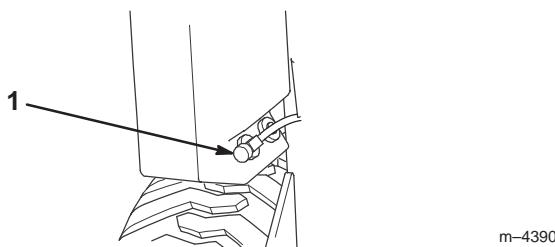

Figure 32
2. Fermez le robinet d'arrivée de carburant au bas du réservoir de carburant (Fig. 32).
8. Ouvrez le robinet d'arrivée de carburant au bas du réservoir de carburant (Fig. 32).
3. Fermez le robinet d'arrivée de carburant au bas du réservoir de carburant (Fig. 32).